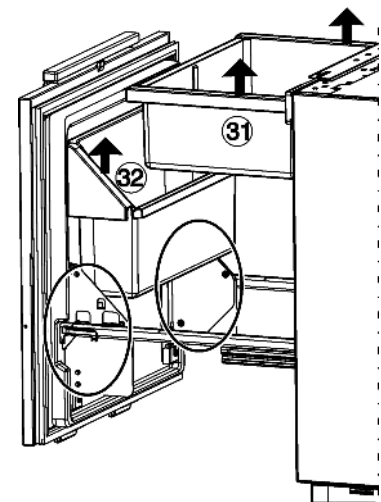

Fig. 21
- ▶ Togliere il cassetto portaverdure Fig. 21 (31) e il portabottiglie Fig. 21 (32) sollevandoli.
- ▶ Inserire di nuovo il cassetto portaverdure Fig. 21 (32) e il portabottiglie Fig. 21 (31).